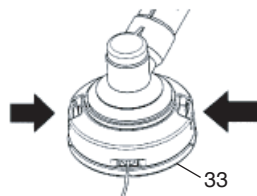

Fig. 29
- (1) Retire la caja (33) pulsando firmemente hacia dentro las pestañas de bloqueo con los pulgares, tal y como se muestra en la Fig. 29.